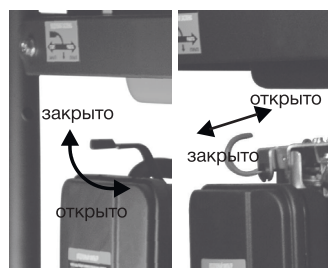

Рис. 2
7. После прогрева двигателя в течении 1-2 минут, перевести рычаг воздушной заслонки в открытое положение (Рис. 2)..